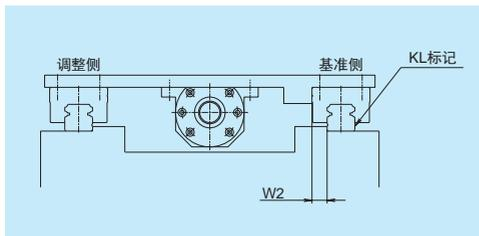

图 4.3 组装宽度尺寸  $W_2$
- 基准侧导轨 (KL 标记导轨) 和与其配套的滑块组装基准面的设置方法, 组装宽度尺寸也有所不同 (图 4.3、4.4)